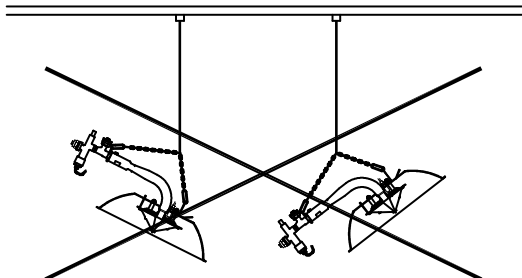

Fig. 24
- 3- Suspender el radiador de la cadena prevista a tal efecto por medio de un anclaje firmemente sujeto al techo y cable de acero o cadena metálica, a fin de evitar caídas con riesgo de incendio. Debido al poco peso del radiador podría ser necesario prever un segundo anclaje auxiliar a fin de evitar las posiciones erróneas (Fig 24)
- 3- Brooder has to be hanged from ceiling by means of an anchor and a steel rope, using the suspension chain. A special care must be taken with the tight hold points in order to avoid the brooder to fall down. Because of the fact that brooder has a light weight could be necessary a second anchor in order to get the right position of the brooder (See Fig 24).
En raison du faible poids du radiant, il peut s'avérer nécessaire de prévoir un second ancrage afin de maintenir le radiant dans la position indiquée sur le dessin. (Fig 24)